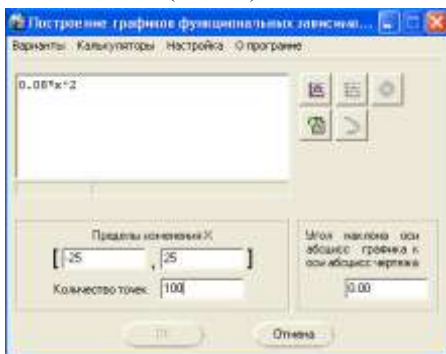

Рис.24
8. В диалоговом окне в поле ввода аналитических зависимостей ввести уравнение параболы $0,08 \cdot x^2$. В поля группы Пределы изменения X ввести значения аргумента -25 и 25. В поле Количество точек ввести число 100 (Рис.24).